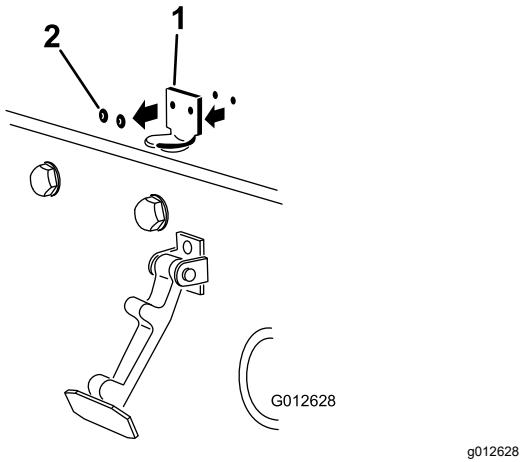

Figure 5
2. Retirez les 2 rivets qui fixent le support du loquet au capot (Figure 5).
**Remarque:** Le support de loquet doit être appuyé contre le capot (Figure 5).